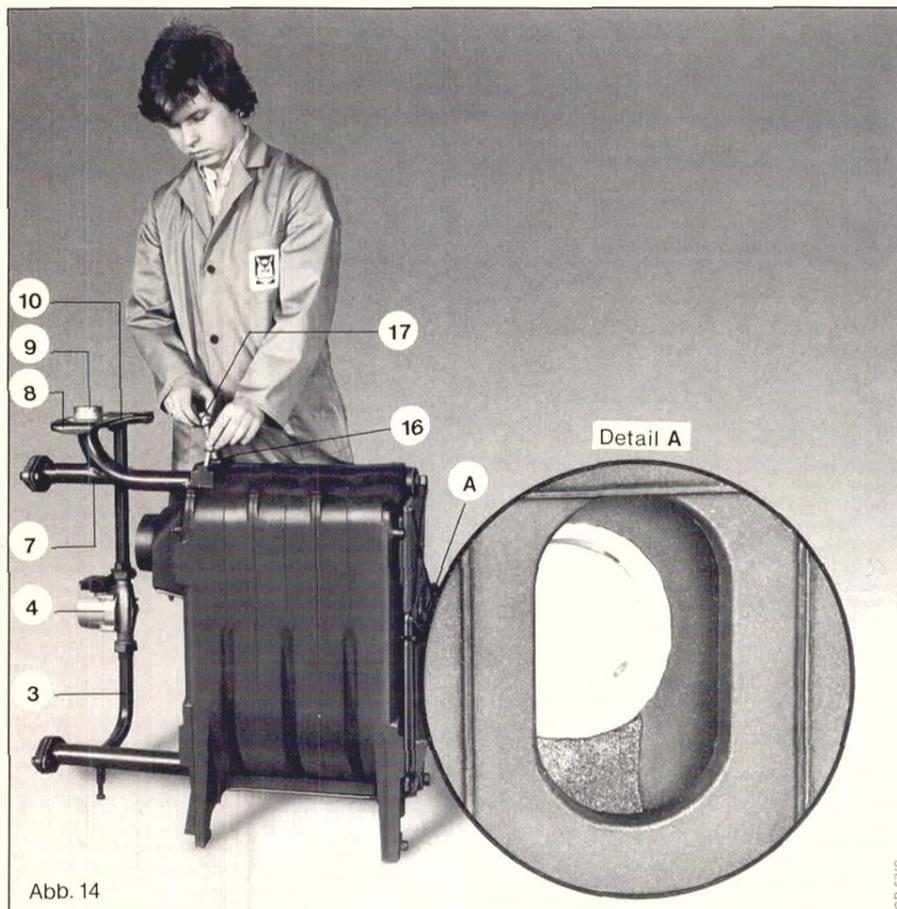

Abb. 14
Dichtungen (8+10) sowie Rückschlagventil (9) auf die oberen Flansche (Speicherverbindungen) legen. (Abb. 14)